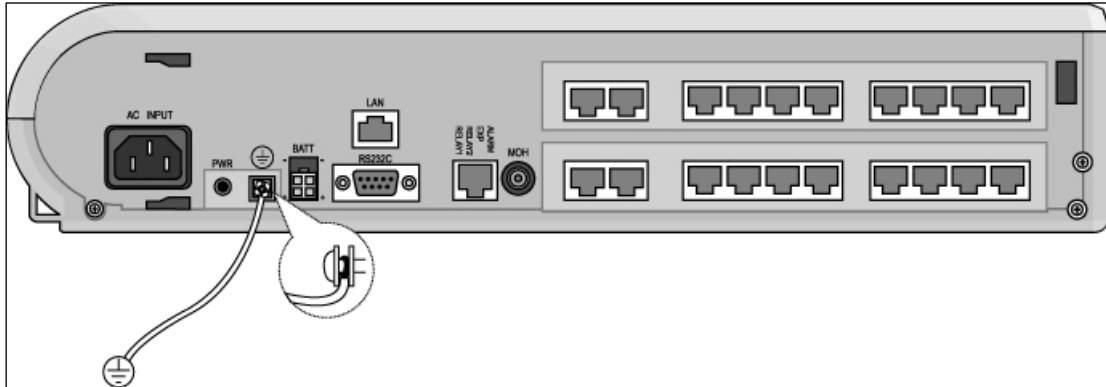

Figura 2.1.4 Conectando a tierra el bastidor
2. Ajuste el tornillo. Luego conecte el cable de tierra a una fuente de tierra como se muestra en la Figura 2.1.4.